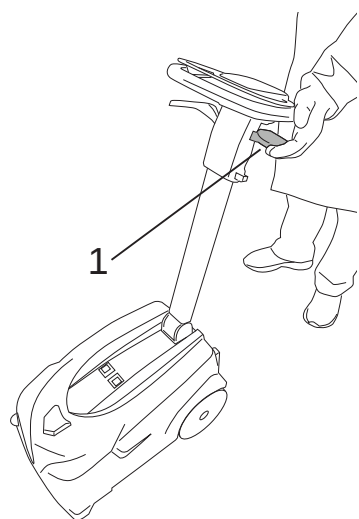

Fig.18
Den här maskinen kan torka golvet både i framväxel och backväxel. Dra i spaken för att aktivera en torkning i backväxel (bild 18-ref.1).